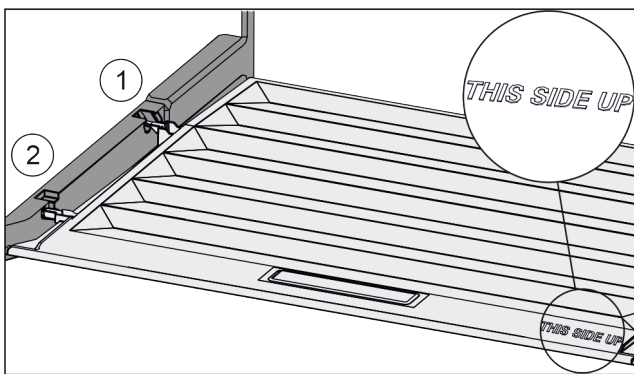

Fig. 104
- Introduire les rainures du couvercle par l'orifice du support arrière Fig. 104 (1) et les enclencher à l'avant dans le support Fig. 104 (2).